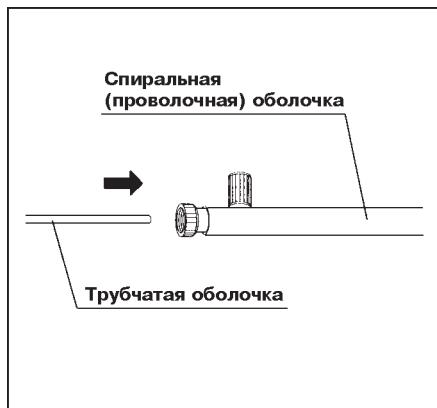

Рис. 5.6.
- 3.** Вставьте трубчатую оболочку в отверстие на проксимальном конце спиральной (проводочной) оболочки, как показано на рис. 5.6.